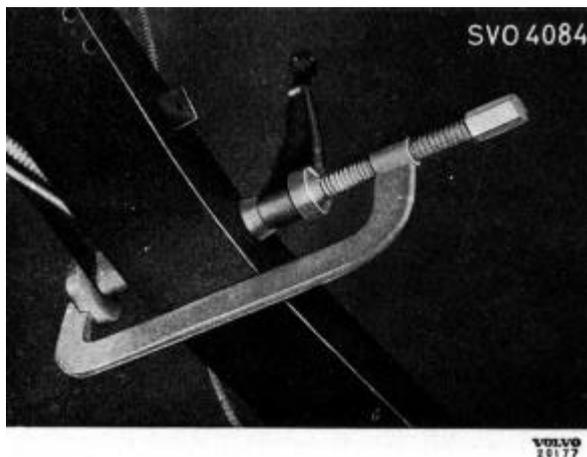

Abb. 21 Pedaleinbau
3. Kupplungspedal auf die Achse (7) schieben. Achse in die Halterung schieben.
4. Bremspedal auf der außenliegenden Seite mit Gummimanschette (9) versehen, Buchse einfetten und auf die Achse schieben.
5. Sperrstange (11) aufschieben und das Ganze mit der Schraubzwinde SVO 4084 zusammenpressen (s. Abb. 21). Mit Seegerring (12) sichern.
6. Am Kupplungspedalende der Achse Schmiernippel (1) und am gegenüberliegenden Ende Verschlussschraube (13) einschrauben.